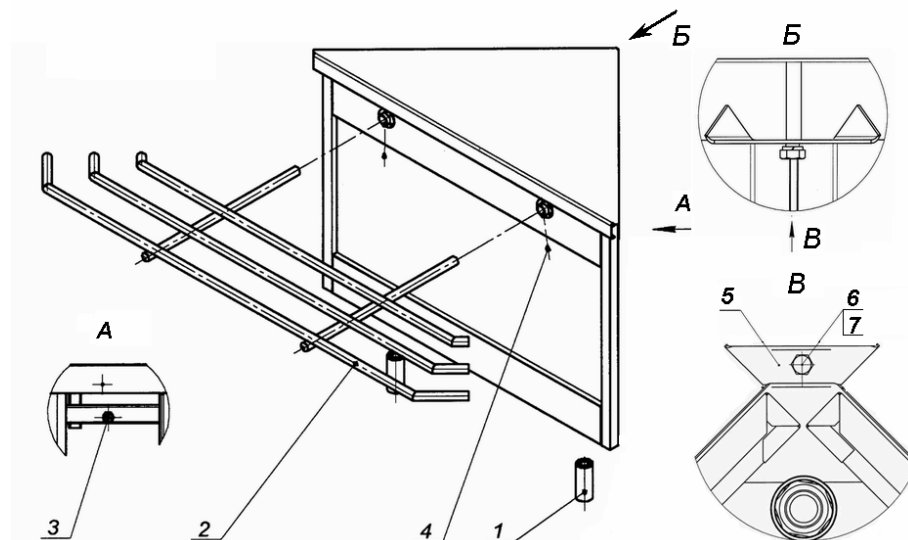

Рис. 2
5.4 Схема сборки секции приведена на рис. 2.
- закрепить кронштейны направляющих, затянув болты крепления кронштейнов направляющих к каркасу (3) и винты на фланцах (4);
- для надёжного соединения секции с сопрягаемыми модулями, закрепить планку (5), при помощи болта (6) и шайбы (7) на заднем углу столешницы (см. рис.2, виды Б и В);